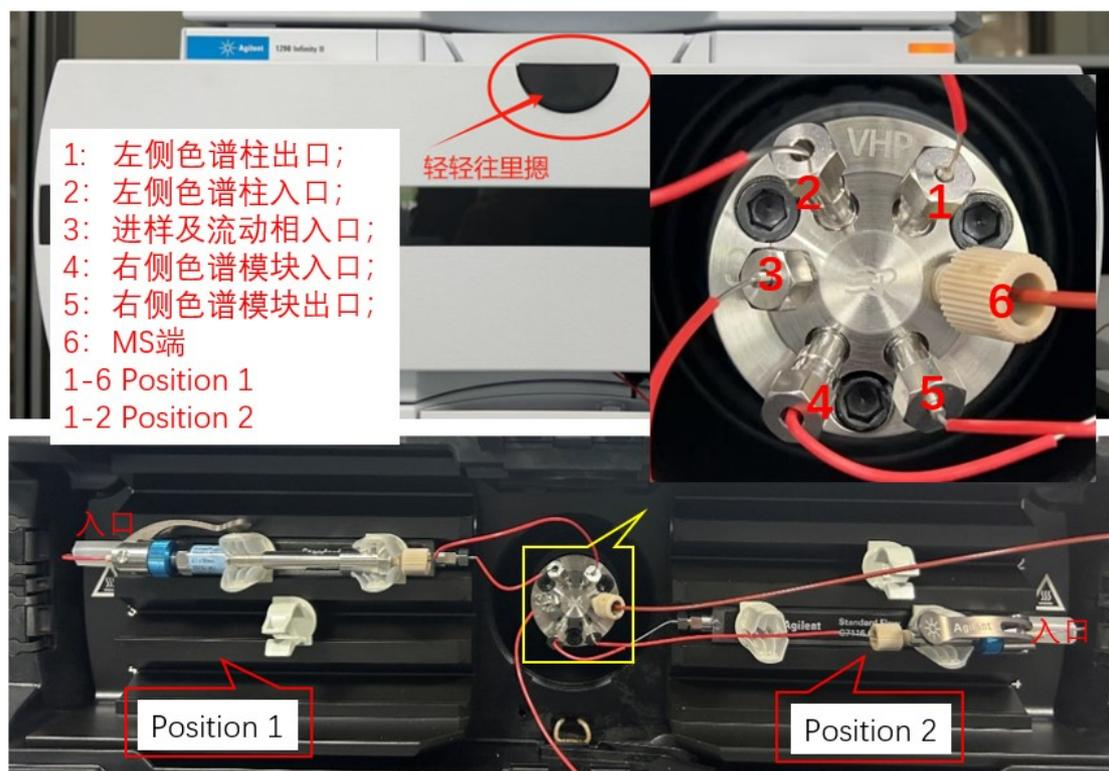

图6-6 柱温箱实物图
柱温箱用于放置色谱柱, 设置固定温度后, 保证样品在恒定的温度条件下洗脱。如图6-6, 轻轻往里摁一下黑色半圆开关, 即可打开柱温箱的门, 内部显示如下图所示。本柱温箱可以容纳多根色谱柱, 有两个进样位置: Position 1 (左) 和Position 2 (右)。左右两个柱温箱可独立控温, 温度范围: 0-80 °C (本仪器柱温箱可以降温)。
连接色谱柱应先手拧快速连接接头和色谱柱一端, 关闭卡扣进行锁定, 再去连接另一端。更换色谱柱, 务必联系管理员现场指导。注意色谱柱入口方向远离六通阀, 参见图6-6。
- (8) Column Comp.: 设置色谱柱柱温箱温度及进样阀的位置（可参考图6-6示意图），设置范围0-80 °C，请根据样品性质、色谱柱温度耐受和实际需要进行合理设置。请根据实际需要，设置进样阀的位置，Position 1为左侧色谱柱和左侧柱温箱，Position 2为右侧色谱柱和右侧柱温箱。不使用的柱温箱，请设置至到Not Controlled，以免色谱柱填料长期在高温环境下破坏。